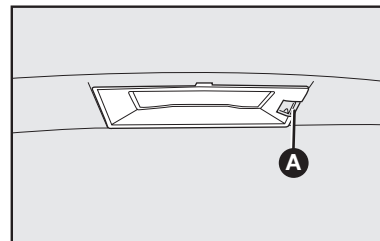

fig. 56
1) quitar la lente **A-fig. 56**, utilizando un destornillador en el punto indicado;